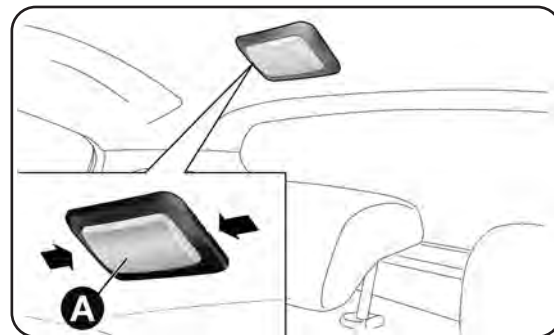
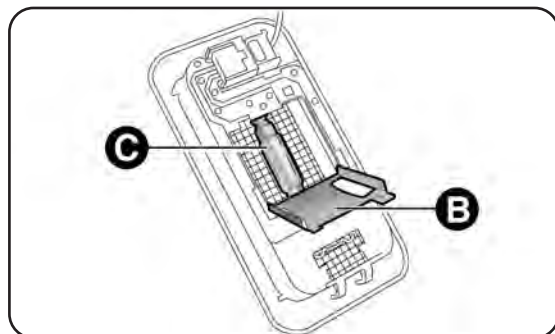

fig. 143
fig. 144
- desmonte el plafón A-fig. 143 actuando en los puntos indicados por las flechas;
- abra la tapa de protección B-fig. 144 y sustituya la lámpara C soltándola de los contactos laterales. Asegúrese de que la nueva lámpara esté correctamente bloqueada entre los contactos;
- vuelva a cerrar la tapa de protección B-fig. 144 y fije el plafón A-fig. 143 en su alojamiento asegurándose de que queda correctamente bloqueada.